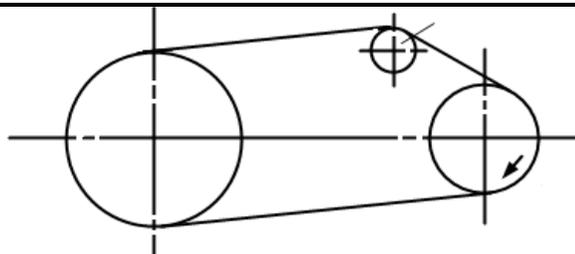

图1 V带传动
1. (10 分) 图 1 所示为带传动的张紧方案, 试指出其不合理之处, 并改正。